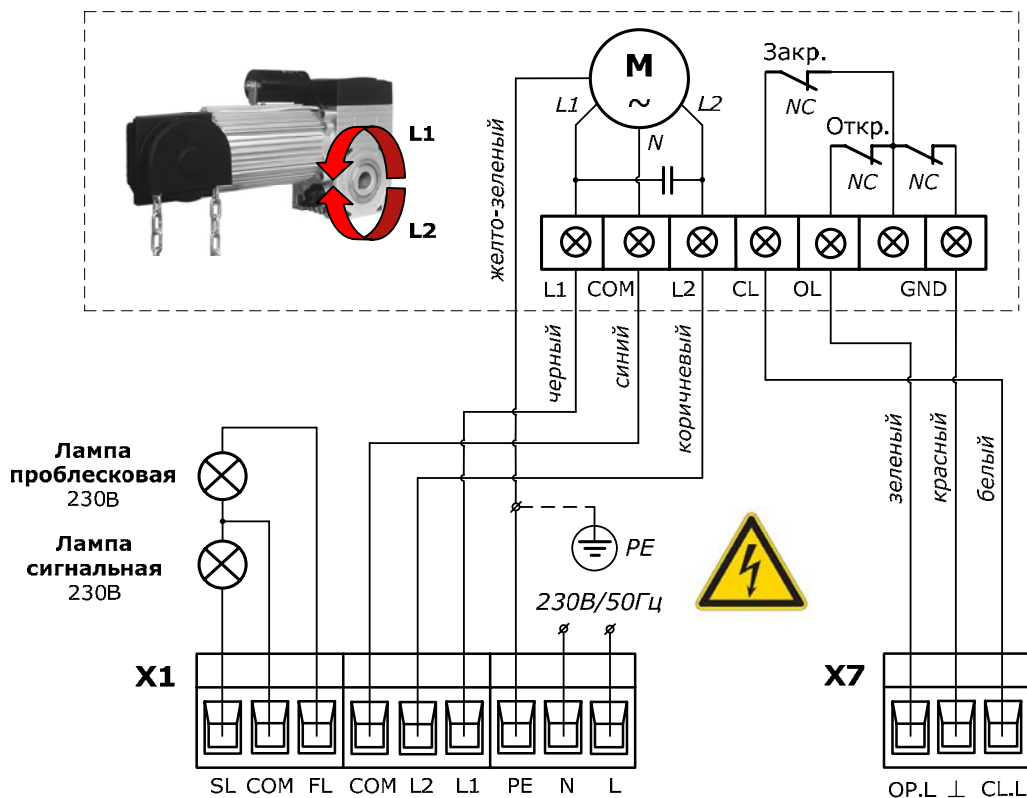
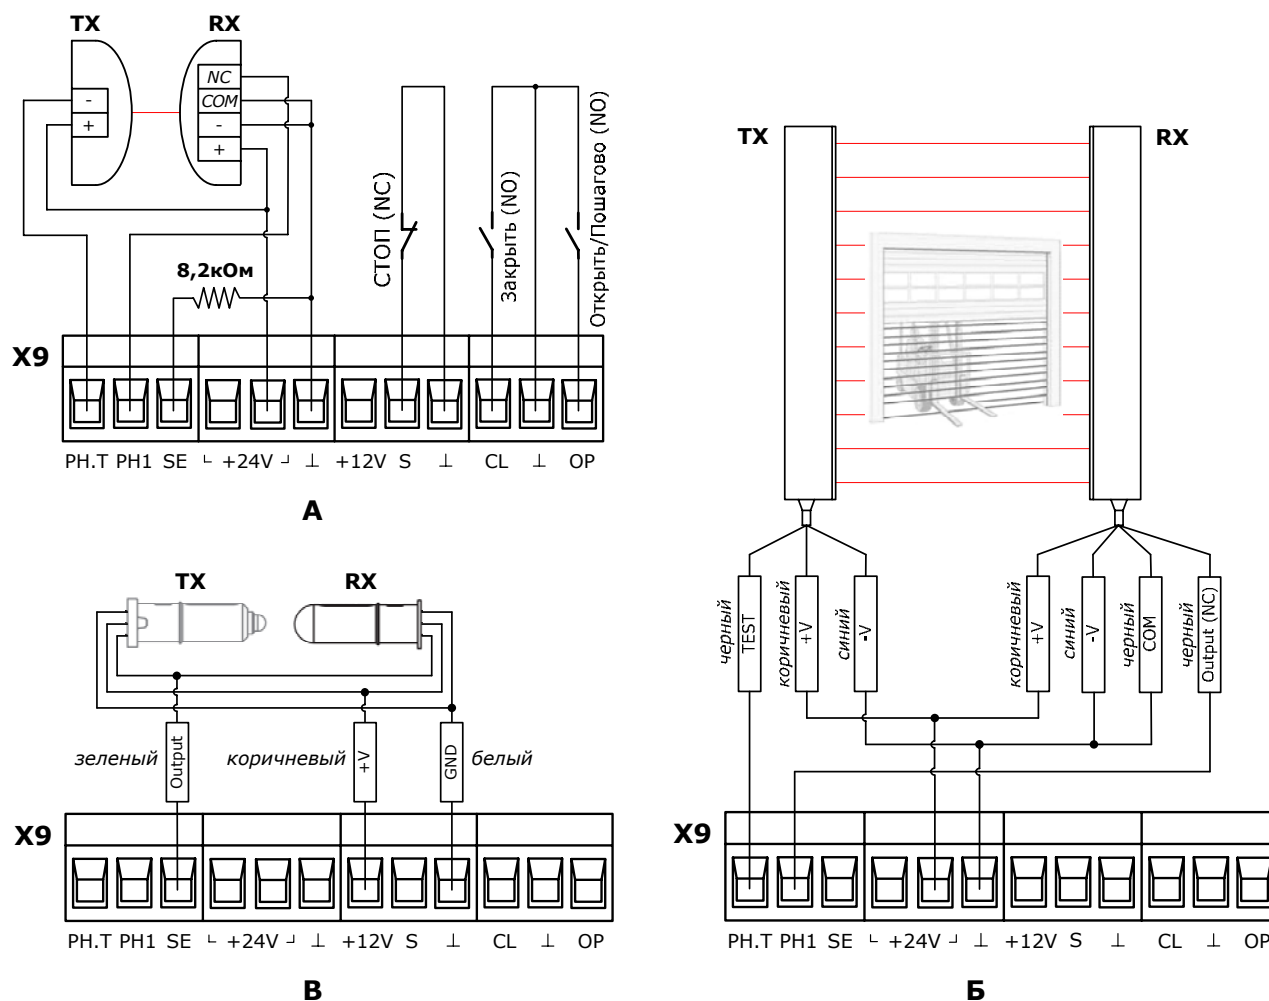
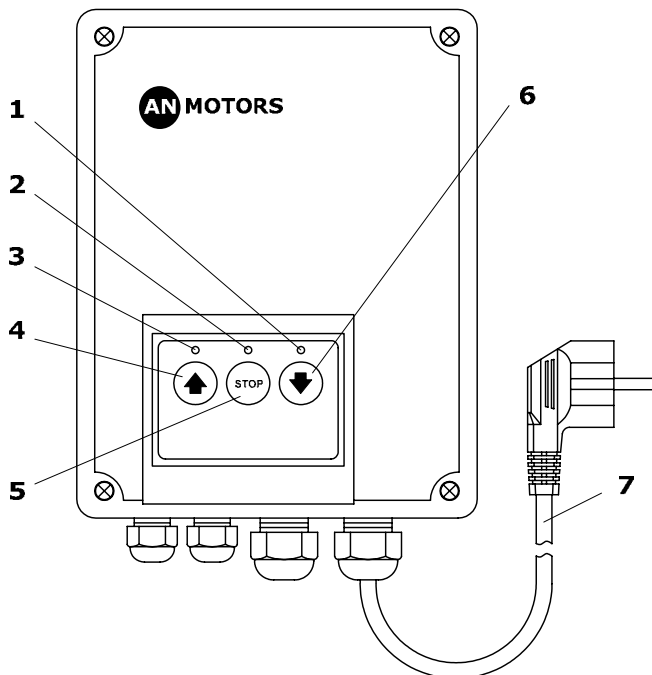

Рис. 3. Электрические подключения привода ASI50 к блоку управления
Рис. 4. Электрические подключения дополнительных устройств к блоку управления
Рис. 5. Панель блока управления CUID
При подключениях электродвигателя и выключателей конечных положений привода ASI50 (Рис. 3) используйте предлагаемые кабели из комплекта привода, четырехжильный ($4 \times 1,5 \text{ мм}^2$) и трехжильный ($3 \times 0,5 \text{ мм}^2$) соответственно.
Для управления открытием и закрытием ворот к блоку управления подключаются устройства с «нормально-открытым контактом» (Рис. 4А): кнопки, выключатели и т.п. Управление от устройств подключенных к клеммам «OP» и «⊥» осуществляется в последовательности согласно выбранного режима работы (см. раздел «5. Настройки»): «Открыть – Стоп...» в ручном режиме и полуавтоматическом 2; «Открыть – Стоп – Закрыть – Стоп – Открыть...» в полуавтоматическом 1; полное открытие в автоматическом. Управление от устройств подключенных к клеммам «CL» и «⊥» осуществляется в последовательности «Закрыть – Стоп – Закрыть – Стоп ...». Если для управления открытием или закрытием установлено несколько устройств, то они должны быть подключены параллельно.
Для немедленной остановки ворот при открытии и закрытии к блоку управления привода могут быть подключены устройства с «нормально-закрытым контактом» (Рис. 4А): датчик ка-литки, датчики ослабления тяговых тросов и т.п. Подключение устройств безопасности необходимо производить к клеммам «S» и «⊥». Если для немедленной остановки ворот в приводе установлено несколько устройств, то они должны быть подключены последовательно.
Выходная цепь приемника (RX) фото-устройств (Рис. 4А, Рис. 4Б) должна быть подключена к клеммам «PH1» и « $\perp$ ». Цепь питания приемника (RX) и передатчика (TX) фото-устройств подключается к клеммам «+24V» и « $\perp$ ». В случае реализации проверки работоспособности фотоэлементов (ФОТОТЕСТ) цепь питания передатчика (TX) фотоэлементов подключается к клеммам «+24V» и «PH.T» (Рис. 4А). Для реализации проверки работоспособности фотополос (ФОТОТЕСТ) специальный провод TEST передатчика (TX) фотополосы подключается к выходу «PH.T».
В случае подключения фотоэлементов и фотополос с разными алгоритмами проверки работоспособности (Рис. 4А и 4Б) функция ФОТОТЕСТ возможна только для одного из них, соответственно вход «PH.T» может быть задействован только для фотоэлементов или только для фотополос.
Для обеспечения защиты от заземления воротами к блоку управления может быть подключен датчик безопасности нижней кромки полотна ворот (система чувствительный край) – резистивный датчик 8,2кОм (Рис. 4А) или оптоэлектронный датчик / оптодатчики (Рис. 4Б). Выбор подключенного устройства в настройках блока управления сделайте согласно раздела «5. Настройки».
Для сигнализации о движении ворот к блоку управления может быть подключена проблесковая лампа (Рис. 3) 230В, макс. 100Вт. Проблесковая лампа подключается к клеммам «FL» и «COM». Лампа может работать в двух режимах – без предварительного мигания и с предварительным миганием (см. раздел «5. Настройки»).
Для сигнализации о полностью открытых воротах может быть подключена сигнальная лампа (Рис. 3) 230В, макс. 100Вт. Сигнальная лампа подключается к клеммам «SL» и «COM», горит при полностью открытых воротах.
К блоку управления привода могут подключаться другие устройства, отличные от вышеуказанных, например, универсальный приемник радиоуправления и др. Цепи питания дополнительных устройств могут быть подключены к клеммам «+24V» и « $\perp$ » (Рис. 4), номинальное напряжение на которых 24В постоянного тока. Максимальное значение тока для всех подключенных к клеммам «+24V» и « $\perp$ » устройств не должно превышать 150мА.
Блок управления CUID-230 оснащен сетевым шнуром (Рис. 5). Для подключения блока управления к сети предварительно подведите стационарную розетку. Розетка должна находиться в легкодоступном месте. Все подключенные к блоку управления кабели и провода должны быть надежно зафиксированы кабельными вводами блока управления.
- С помощью кнопок управления 4 и 6 (Рис. 5) проверьте, что движение полотна ворот осуществляется в требуемых направлениях, при открытии ворот на дисплее модуля управления индикация « $\square$ », при закрытии « $\square$ ». Рекомендуется использовать ручной режим в настройках работы привода (см. раздел «5. Настройки»). Если направление вращения выходного вала привода не совпадает с требуемым, отключите электрическую сеть (извлеките вилку сетевого шнура блока управления из розетки) и поменяйте местами провода подключения на клеммах «L1» и «L2» (Рис. 3).
Режим работы Выбранный режим устанавливает определенную логику работы привода: 1 - ручной. Открытие и закрытие ворот осуществляется только при нажатии и удержании устройств управления подключенных соответственно к входам «OP» и «CL» (Рис. 4А), а также при нажатии и удержании соответственно кнопок ▲ и ▼ лицевой панели блока управления (Рис. 5). Команды от пультов радиоуправления игнорируются. Устройства безопасности активны (см. раздел «4.2. Подключение дополнительных устройств»). 2 - полуавтоматический 1. При кратковременном нажатии устройств управления подключенных к входу «OP» (Рис. 4А) или кнопки ▲ (Рис. 5) движение ворот осуществляется в последовательности "... Открыть - Стоп - Закрыть - Стоп - Открыть...". При кратковременном нажатии устройств управления подключенных к входу «CL» или кнопки ▼ движение ворот осуществляется в последовательности "...Закрыть - Стоп - Закрыть - Стоп ...". Управление движением ворот от пультов радиоуправления (АТ-4 и АТ-4m) осуществляется в последовательности "... Открыть - Стоп - Закрыть - Стоп ...". Устройства безопасности активны (см. раздел «4.2. Подключение дополнительных устройств») 3 - полуавтоматический 2. При кратковременном нажатии устройств управления подключенных к входу «OP» (Рис. 4А) или кнопки ▲ (Рис. 5) движение ворот осуществляется в последовательности "... Открыть - Стоп - Открыть - Стоп ...". При кратковременном нажатии устройств управления подключенных к входу «CL» или кнопки ▼ движение ворот осуществляется в последовательности "... Закрыть - Стоп - Закрыть - Стоп ...". Управление движением ворот от пультов радиоуправления АТ-4m системы радиоуправления «AN-Motors» осуществляется в последовательности "... Открыть - Стоп - Закрыть - Стоп ...". Пульты радиоуправления АТ-4 не используйте. Устройства безопасности активны (см. раздел «4.2. Подключение дополнительных устройств»). Заводская настройка 4 - автоматический. После полного открытия ворот по истечении установленной в настройках времени паузы (см. настройку «Время паузы») происходит автоматическое закрытие. Срабатывание устройств управления, подключенных к входу «OP» (Рис. 4А) или кнопки ▲ (Рис. 5), а также от записанных пультов существующей системы радиоуправления (АТ-4), вызывает полное открытие ворот, при этом до полного открытия ворот команды от указанных устройств управления игнорируются; срабатывание данных устройств управления во время отсчета времени паузы до автоматического закрытия ворот вызывает сброс времени паузы и отсчет времени паузы сначала; при закрытии ворот управляющая команда вызывает остановку движения. При кратковременном нажатии устройств
Фототест При включенной настройке выполняется проверка работоспособности фотоустройств безопасности закрытия (фотоэлементы или фотолинейки), передатчик которых подключен к выходу «PH.T», а приемник к входу «PH1» модуля блока управления привода (Рис. 4А, Рис. 4Б):  - выключено для фотоэлементов. Заводская настройка  - включено для фотоэлементов ("прямой" Фототест). В начале движения блоком управления непродолжительно выключается напряжение питания на передатчике TX (Рис. 4А) фотоэлементов и проверяется реакция приемника RX фотоэлементов. Если проверка не выполнена, то закрытие ворот блокируется. На дисплее блока управления появляется индикация «»  - выключено для фотолинеек  - включено для фотолинеек ("инверсный" Фототест). Предназначена для фото-устройств со специальным выходом «TEST» (фотолинейки, фотодатчики и т.п.) В начале движения блоком управления непродолжительно замыкается контакт «TEST» и контакт «-V» передатчика TX (Рис. 4Б) и проверяется реакция приемника RX. Если проверка не выполнена, то закрытие ворот блокируется. На дисплее блока управления появляется индикация «».
Датчик безопасности нижней кромки Выбирается тип подключенного датчика безопасности нижней кромки полотна ворот (система чувствительный край), обеспечивающего защиту от защемления воротами при закрытии: 1 - оптоэлектронный датчик (Рис. 4В) 2 - резистивный датчик (Рис. 4А). Заводская настройка